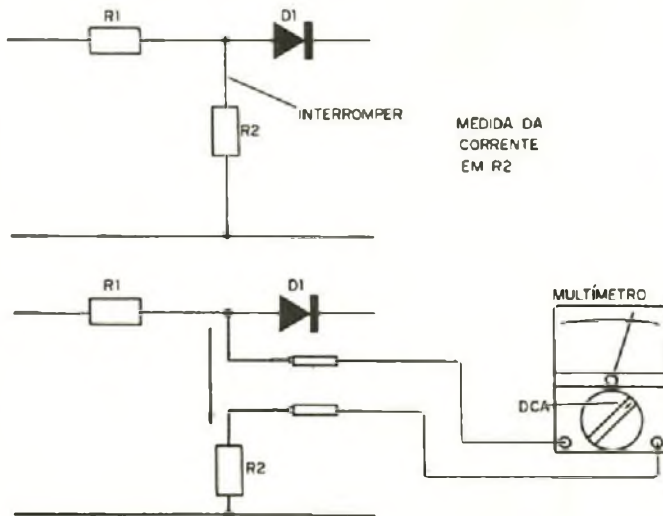

figura 707
c) Desligamos o circuito, fazemos a interrupção no ponto da medida e fazemos a seguir a conexão do instrumento, observando as polaridades das pontas de prova conforme mostra a figura 707.